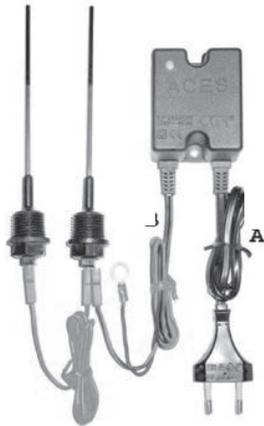

Figure 2 : appareil ACES à double anode
- passe-fil et œillet servant à l'installation (uniquement avec le dispositif ACES) (figure 2, page suivante).